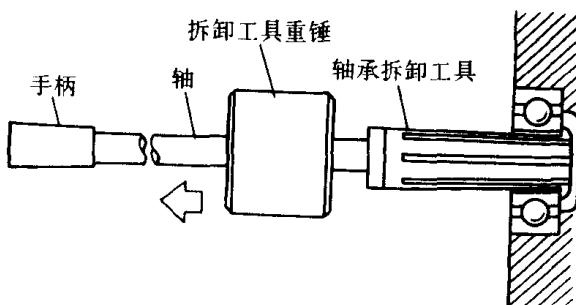

图 1-26 盲孔轴承的拆卸
1) 如图 1-26 所示，使用轴承拆卸工具。将轴承拆卸工具导入轴承内孔中，将轴的螺纹完全旋入，把住手柄使用工具重锤将轴承拆下。这种方法取下的轴承不得再次使用。